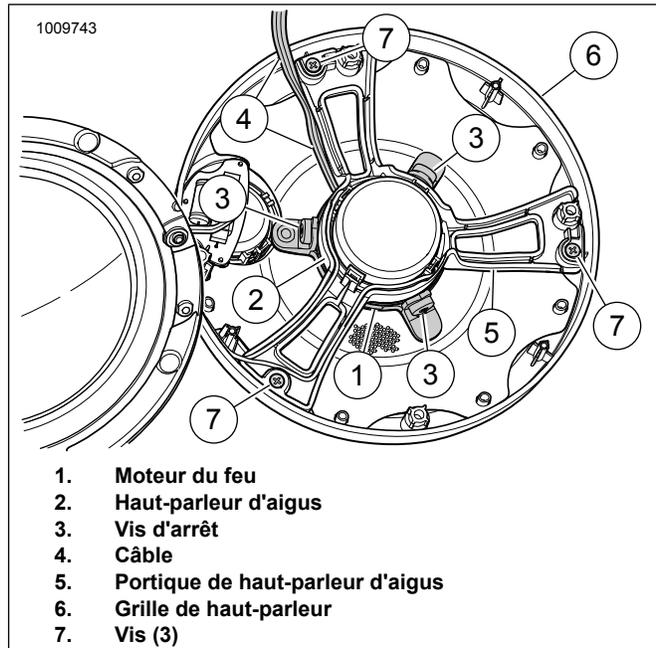

Figure 19. Grille de haut-parleur, portique de haut-parleur d'aigus et feu DÉL
4. Voir la figure 19. Déposer les trois vis qui maintiennent le portique de haut-parleur d'aigus (5) sur la grille de haut-parleur (6) et séparer les deux délicatement. Faire attention à ne pas endommager ou exercer de contrainte sur les fils de haut-parleur d'aigus. Conserver la visserie pour une utilisation ultérieure.
Voir la figure 19. Placer le moteur du feu (1) sur le haut-parleur d'aigus (2) comme illustré. Appuyer doucement sur le moteur du feu pour le mettre en place.